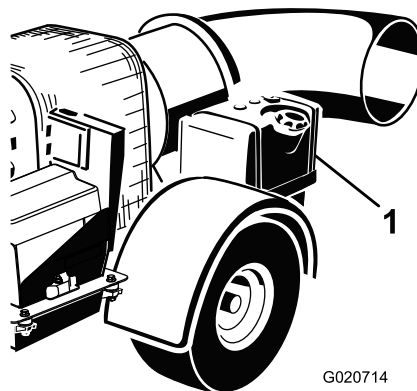

Figura 9
2. Pulite l'area circostante il tappo del serbatoio del carburante, e togliete il tappo (Figura 9).